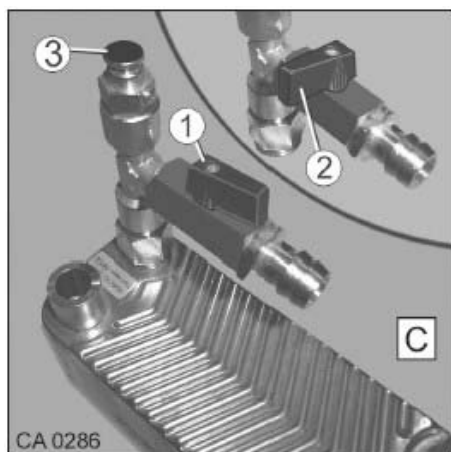

Fig. 162 Échangeur thermique moteur
1. Ouvrir la soupape de purge au moyen de la vis de purge (Fig. 162/3) et la laisser ouverte jusqu'à ce que plus d'air n'en sort.
1. Mode Hiver : Ouvrir la vanne de sectionnement du circuit (Fig. 162/1).
2. Mode Été : Fermer la vanne de sectionnement du circuit (Fig. 162/2).